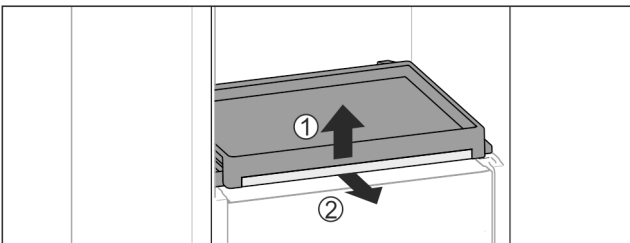

Fig. 49
- ▶ Uitschuifplateau met glasplaat eruit halen: Glasplaat aan de voorkant licht omhoog tillen Fig. 49 (1) en vanaf de voorkant eruit trekken Fig. 49 (2).